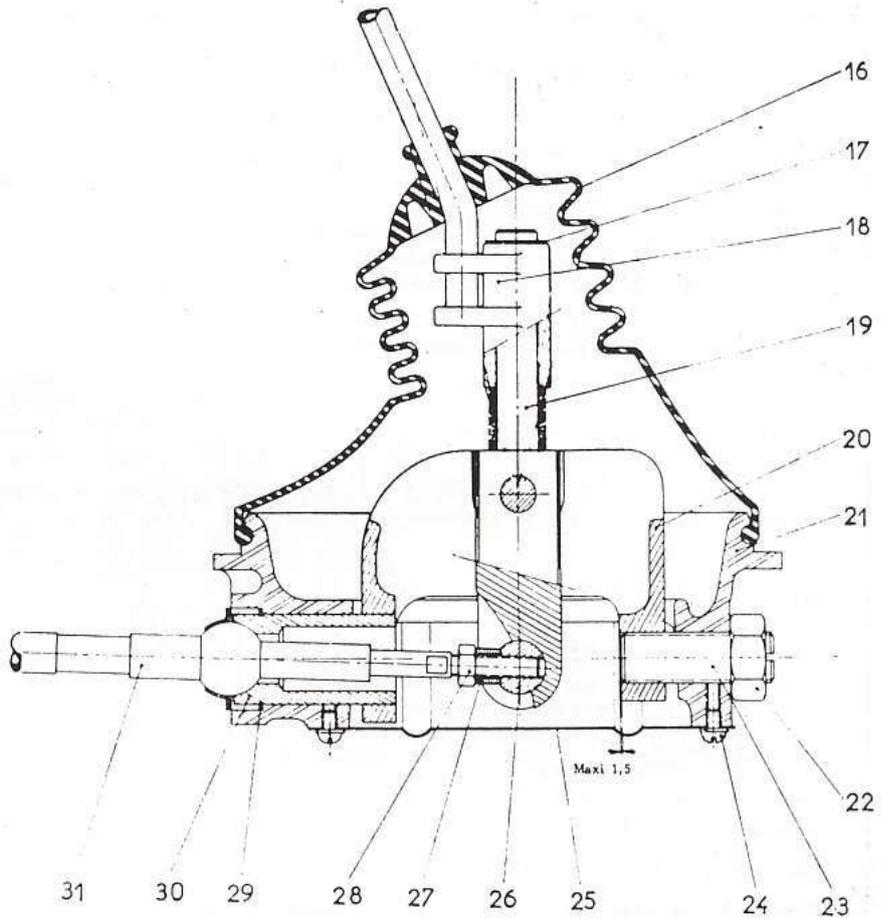

Fig. 42. — Vue en coupe du levier de commande des vitesses
REMISE EN ETAT REMPACEMENT OU DEPOSE ET POSE DU LEVIER DE COMMANDE DES VITESSES (fig. 42)
- Placer l'ensemble gaine-câble de sélection dans la position indiquée (fig. 42) sans contrainte.
Côté sélecteur des vitesses (voir fig. 42)
Côté sélecteur des vitesses (fig. 42 et 46)
Côté couvercle supérieur de boîte de vitesses (fig. 42 et 46)